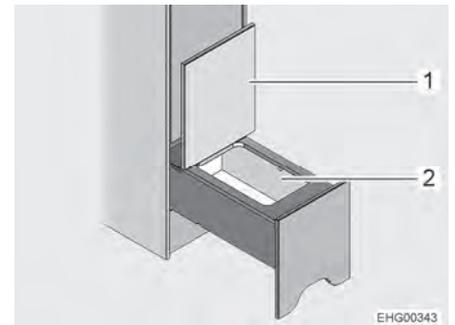

Fig. 84 Compartimento de almacenamiento
■ Plegar la tapa (Fig. 84,1) hacia arriba. Se tiene acceso al compartimento de almacenamiento (Fig. 84,2).